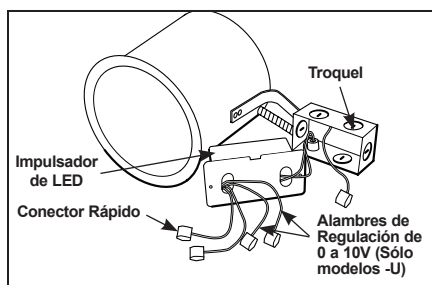

Figura 7
**Paso 2.** Quite la tapa de la caja de empalmes. Quite el/los troquel(es) correspondiente(s) para dar cabida al tipo de servicio eléctrico usado/ permitido por su código eléctrico local (Figura 7):
**Paso 3.** Pele el alambre de suministro 3/8" e inserte cada alambre de suministro en el conector correspondiente. Conecte el alambre negro del accesorio al caliente, el alambre blanco del accesorio al neutral y el alambre verde del accesorio a tierra. (Figura 7).